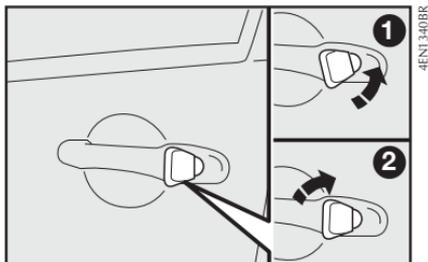
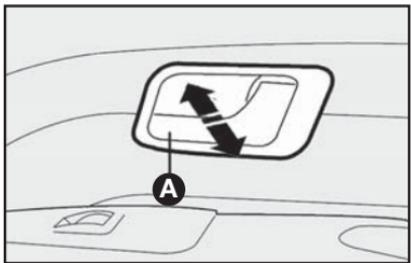

fig. 87
fig. 88
### Abertura manual por fora – fig. 87
Abertura: puxar a maçaneta de abertura **A**—fig. 88.
Efetuar o travamento das portas, manualmente, pressionando a maçaneta interna de abertura da porta dianteira direita **A**—fig. 88 e, a seguir, girar a chave na fechadura externa da porta do motorista posição **2**—fig. 87 no sentido horário.
– **Para fechar a porta manusear a maçaneta pela região C—fig. 88, para evitar o acionamento da fechadura, que iria impedir o fechamento da porta. O correto fechamento da**